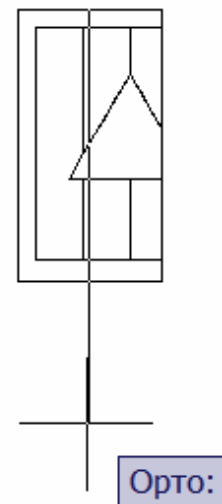

Рис. 5.15
- d) на запрос указания центра вида (View center) щёлкнуть точку под главным видом (рис. 5.15), расположив проекцию так, чтобы позже можно было нанести размеры и обозначить горизонтальный разрез (центр вида можно щелкать многократно до приемлемого варианта), для фиксации центра вида нажать **Enter**;